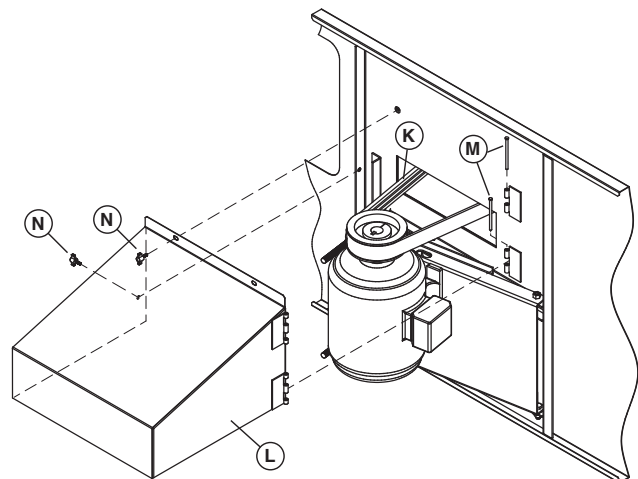

Abb. 32 – Montage von Motorabdeckung und Powerband-Keilriemen
7. Bringen Sie den Powerband-Keilriemen **K** (Abb. 32) auf die Riemenscheibe von Ventilator und Motor. Spannen Sie den Riemen mithilfe von Muttern an den Gewindestangen, wobei der Keilriemen nicht überspannt werden darf. Die Mitte des Keilriemens sollte durch mäßigen Fingerdruck etwa 1/2" (12,7 mm) nachgeben.
11. Zur Installation der Motorabdeckung **L** sind die Scharniere auszurichten und die Scharnierstifte **M** einzusetzen (siehe Abb. 32).